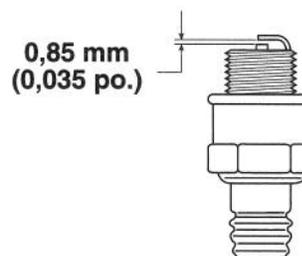

Figure 21
- Régler l'écartement des électrodes à 0,85 mm (0,035 po.) (Fig. 21).